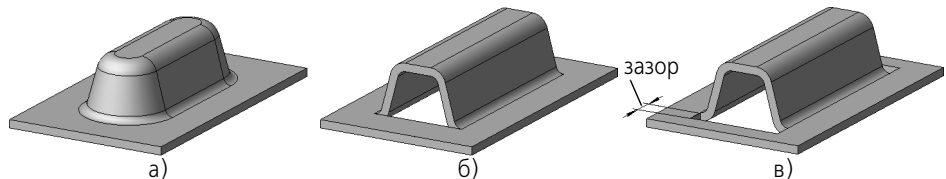

Рис. 101.9. Типы обработки концов буртика
- ▼ закрытый (рис. 101.9, а),
- ▼ открытый (рис. 101.9, б),
- ▼ рубленый (рис. 101.9, в).